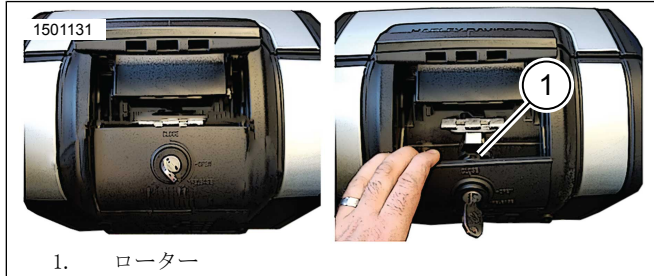

図6。ローターへのアクセス
- 図6リリースレバーを引いて、ローター(1)にアクセスします。